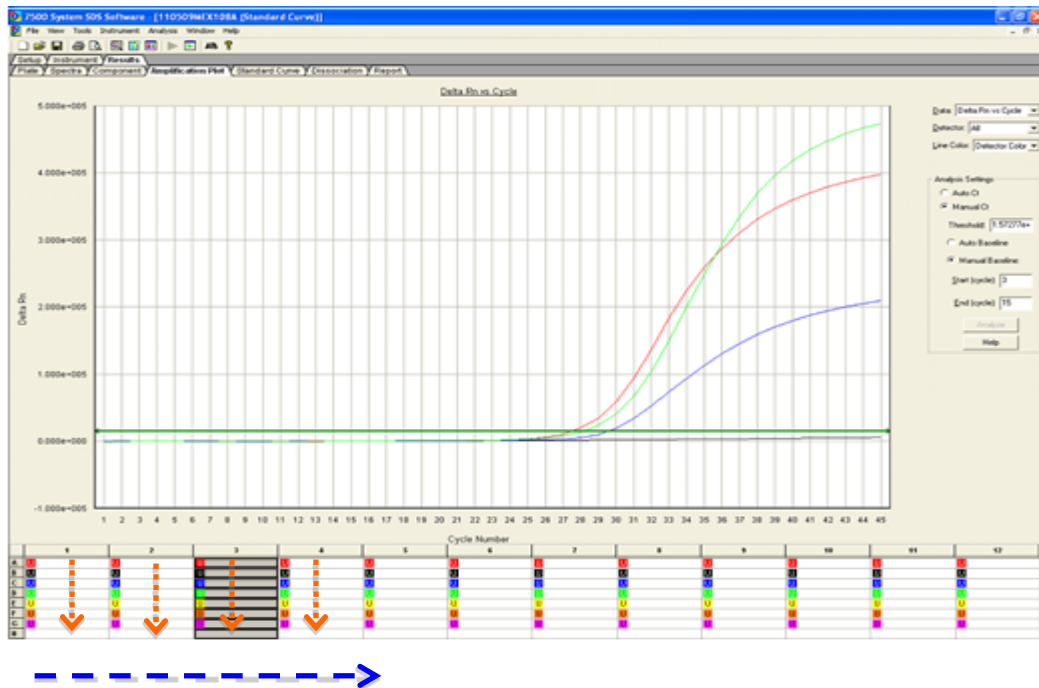

Figura 12.- Las flechas indican la forma de leer los resultados de qRT-PCR para el diagnóstico de influenza.
- La lectura de las curvas de amplificación de los extractos se realiza por columnas, observar figura 12.